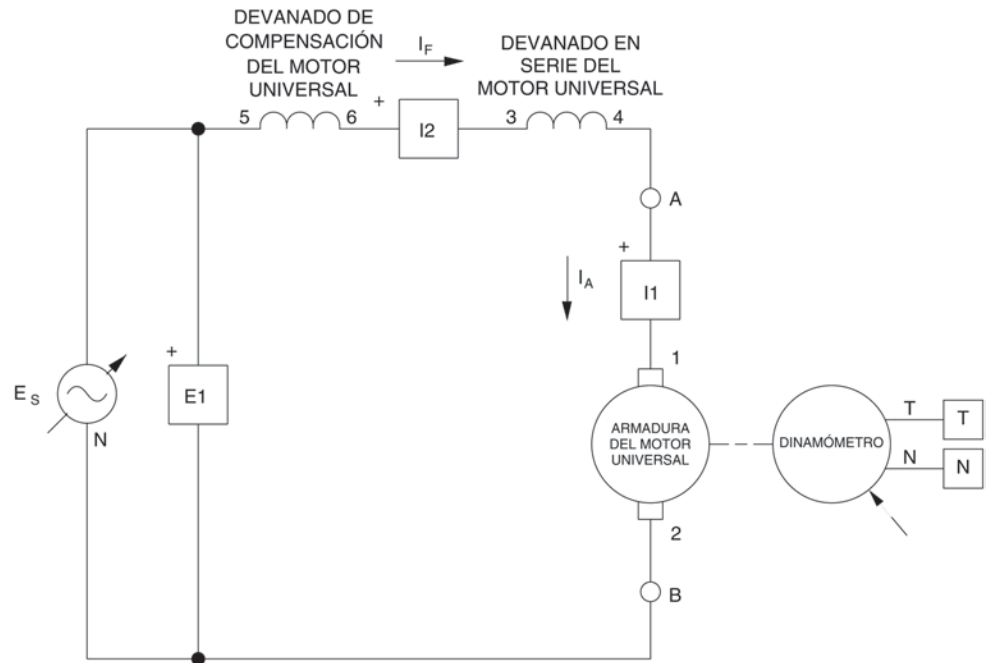

Figura 3-13. Motor universal con alimentación CC (con devanado de compensación) acoplado al Dinamómetro.
- 22. Modifique las conexiones para conectar el devanado de compensación del Motor universal, como lo muestra la Figura 3-13.
Usted puede obtener la característica velocidad en función del par de un motor universal (con devanado de compensación) alimentado por una fuente c.a.. Para lograrlo, asegúrese de que la Fuente de alimentación esté apagada y monte el circuito del motor universal de la Figura 3-13. En el Motor de impulsión / Dinamómetro, asegúrese de que los selectores MODO, MODO CONTROL DE CARGA y VISUALIZADOR estén ajustados en las posiciones DIN., MAN. y PAR (T), respectivamente y que la perilla CONTROL DE CARGA se encuentre en la posición MÍN. (completamente hacia la izquierda). En la aplicación Aparatos de Medición, asegúrese de que los medidores E1, I1 e I2 estén en modo c.a. y que la función para corregir el par T se encuentre activada. Borre los valores (si quedan) registrados en la tabla de datos. Encienda la Fuente de alimentación y ajuste el voltaje E_s de la fuente c.a. con el voltaje nominal del Motor universal. En el Motor de impulsión / Dinamómetro, regule la perilla CONTROL DE CARGA para que el par indicado por el visualizador del módulo pase de 0 N·m (0 lbf·plg) a 2,0 N·m (18,0 lbf·plg), con incrementos de 0,2 N·m (2,0 lbf·plg). Para cada valor del par, reajuste la perilla de control de voltaje de la Fuente de alimentación para que el voltaje E_s de la fuente se mantenga con el valor ajustado previamente. Luego, espere hasta que la velocidad del motor se estabilice y registre los valores en la Tabla de Datos. Una vez hecho lo anterior, apague la Fuente de alimentación. Luego, edite la tabla para guardar sólo los valores de la velocidad n , el par T, la corriente de armadura I_A y el voltaje E_s de la fuente. Titule la tabla de datos DT321. Trace un gráfico de la velocidad (obtenida del medidor N) en función del par (obtenido del medidor T) y titule dicho gráfico G321. Compare la característica velocidad en función del par del motor universal (gráfico G321) con la del motor c.c. serie (gráfico G223 del Ejercicio 2-2).